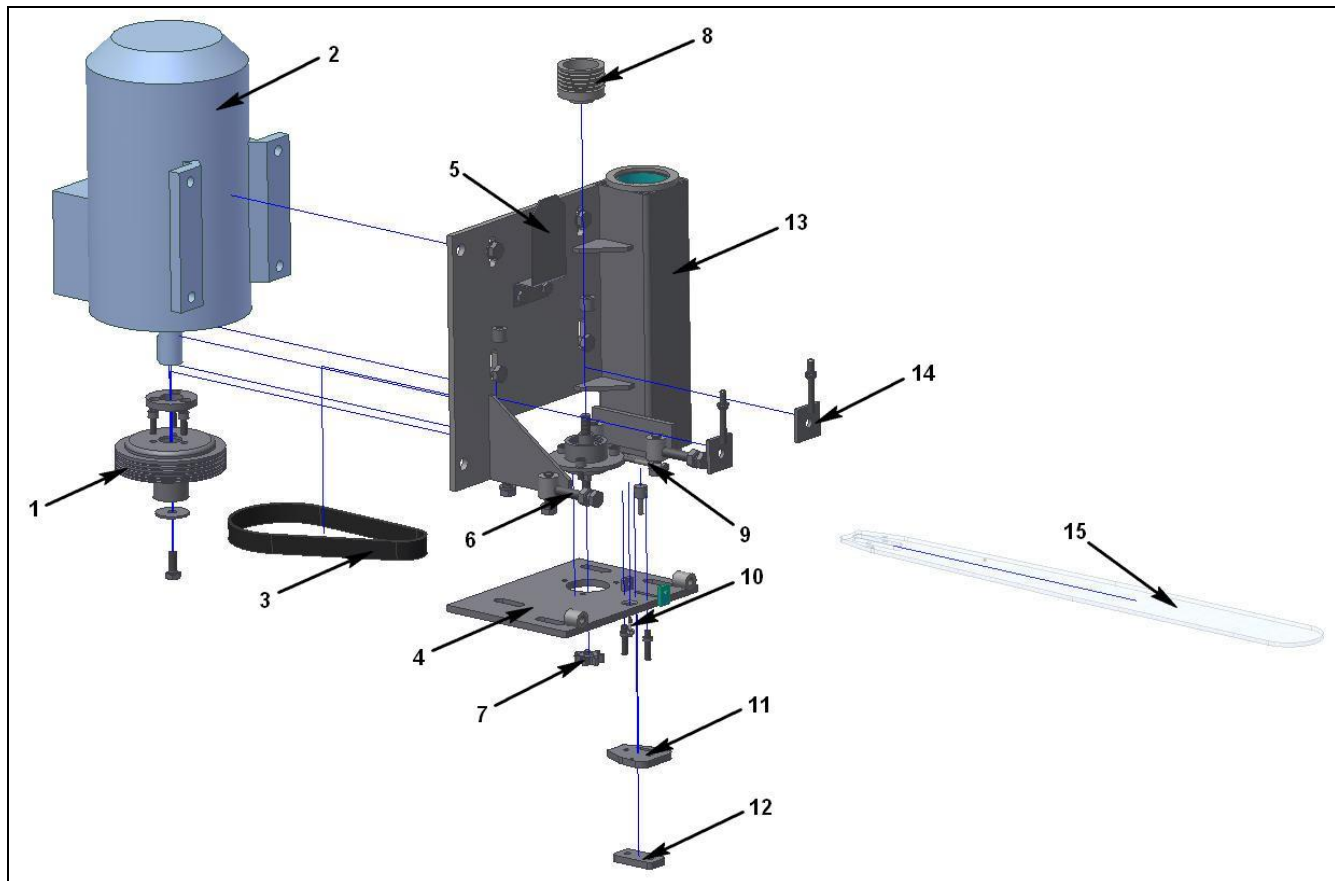

Рисунок 9 – Пильная каретка в разборе
7.7.1 Основные узлы пильной каретки (рисунок 9), которые необходимо проверять в зависимости от периодичности проводимых проверок.